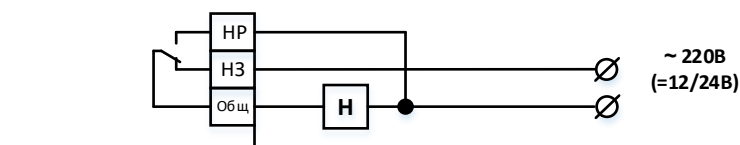

Рис.5. Схема подключения к МАКС-У4 нормально-включенной нагрузки с контролем наличия напряжения питания нагрузки.
2.2.1. Схема подключения нормально-включенной нагрузки с контролем цепей и наличия напряжения питания приведена на рис.5.